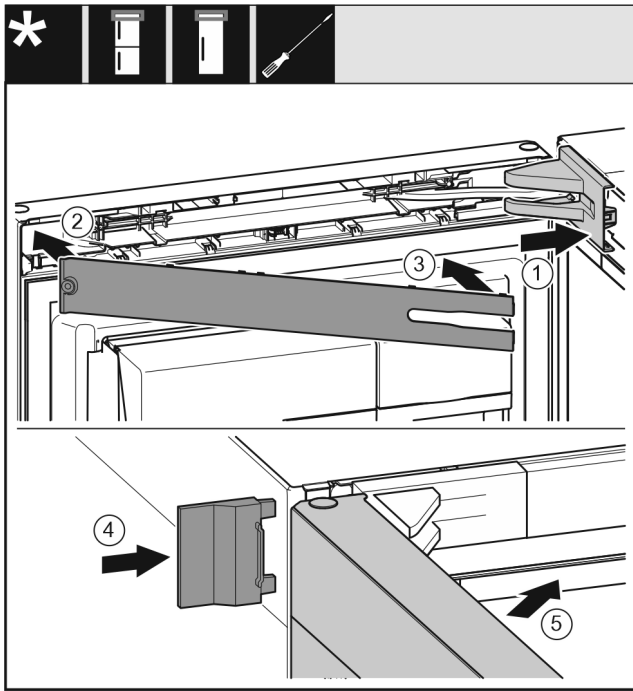

Fig. 46
- Mettre en place le cache du support de palier Fig. 46 (1) et l'enclencher. Au besoin, l'écarter avec précaution.
- Poser le cache Fig. 46 (2).
- Faire pivoter le cache Fig. 46 (3) et l'enclencher.
- Insérer le cache extérieur Fig. 46 (4).
- Fermer la porte supérieure Fig. 46 (5).